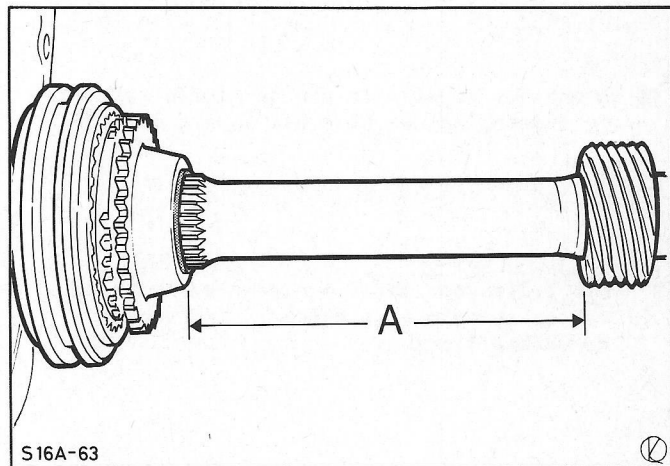

Fig. 23 Afstand vanaf snelheidsmeterwormwiel tot borging van synchro.
N.B.: De afstand vanaf de gemonteerde borg-ring van de 5e versnelling tot het snelheidsmeterwormwiel moet  $123,5 \pm 0,5$  mm bedragen, fig. 23.